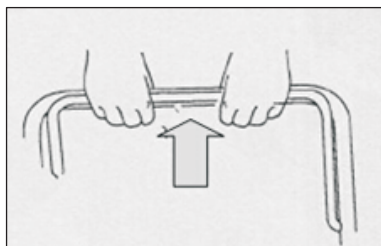

Fig. 2B
b) Stellen Sie sich hinter das Gerät, greifen Sie den Bremsgriff und ziehen Sie diesen gegen den oberen Griff. (Abb. 2B).